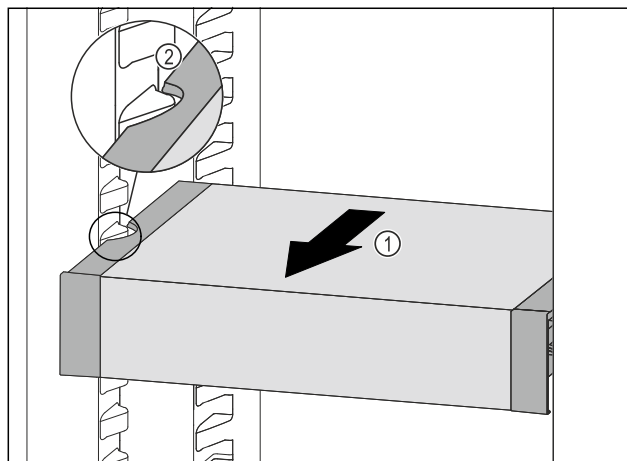

Fig. 56
- Træk VarioSafe fremefter Fig. 56 (1), indtil udsparringerne i siden på VarioSafe er på niveau med beholderribben i kølesektionen. Fig. 56 (2)